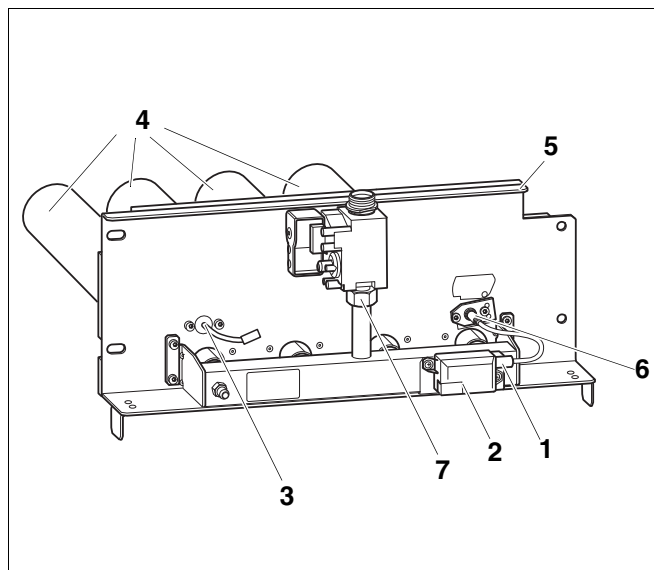

Рис. 41 Чистка горелки
- Отсоединить штекер кабеля для розжига (Рис. 41, **поз. 1**) на трансформаторе розжига (Рис. 41, **поз. 2**).
- Открутить оба болта на контролирующем электроде (Рис. 41, **поз. 3**) и осторожно вынуть его.
- Открутить оба болта на запальном электроде (Рис. 41, **поз. 6**) и осторожно вынуть его.
- Открутить резьбовое соединение газовой арматуры (Рис. 41, **поз. 7**) и снять ее.
- Опустить стержни горелки (Рис. 41, **поз. 4**) в воду с чистящим средством и очистить их щеткой.
Следите за тем, чтобы не намочить теплоизоляцию на щитке горелки (Рис. 41, **поз. 5**) и запальный трансформатор (Рис. 41, **поз. 2**). При необходимости снимите запальный трансформатор.